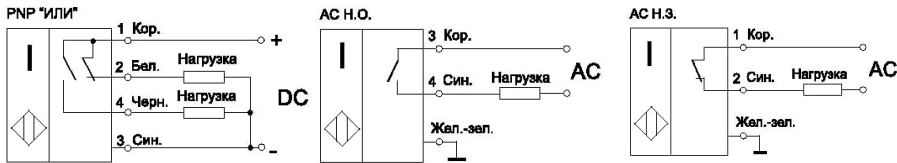

Рис. 3. Схемы подключения датчиков
3.4 Датчики включаются в электрическую цепь по 2-х или 4-х проводной схеме (рис.3).